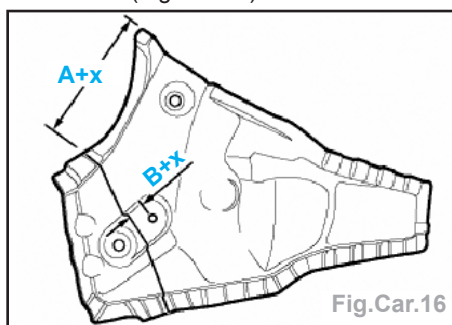

Fig.Car.16
- Confectionner la doublure de tablier à partir de la pièce de rechange doublure de tablier (Fig.Car.16).